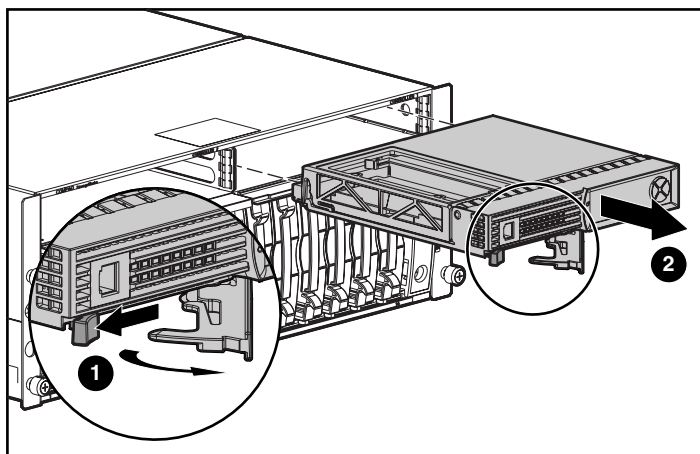

図 3: MSA1000 コントローラを MSA 1000 から取り外す
1. コントローラをつまみラッチを押し、ラッチ ハンドルを手前に引きます ❶。
2. 図 3 に示すように、MSA1000 コントローラをシャーシからまっすぐ引き出して取り外します ❷。